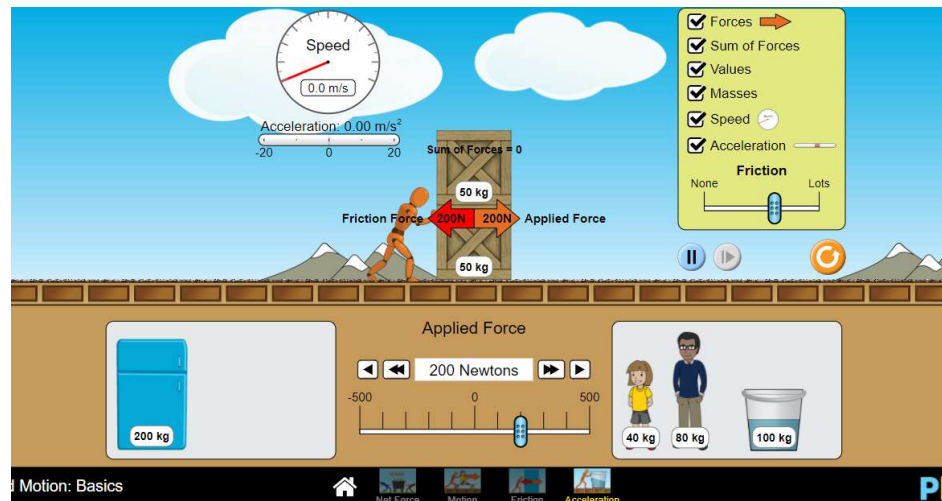

Figura No. 3
I.7 Repita las actividades I.2 a I.6, tanto aumentando y disminuyendo la fricción, colocando otro cuerpo para la simulación, tal como lo muestra la *Figura No. 3*.